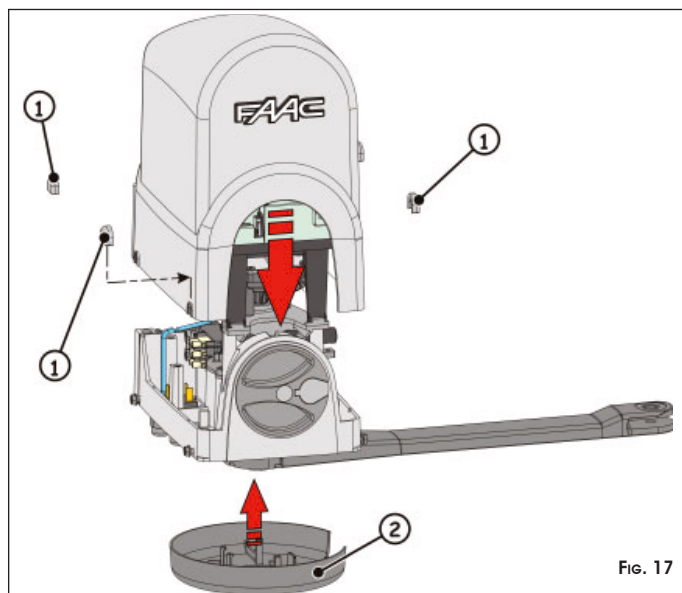

Fig. 17
- ① Predisporre l'operatore per il funzionamento manuale, vedi paragrafo 7.
- ② Portare manualmente l'anta in posizione di chiusura.
- ③ Avvicinare il più possibile l'arresto meccanico al braccio dritto ed avvitarle le due viti di fissaggio.
- Riposizionare il carter di copertura superiore, serrare le viti di fissaggio e posizionare i quattro tappi di copertura fig.17 rif. ①.
- Posizionare il carter inferiore come illustrato in fig.17 rif. ②.